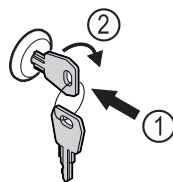

Fig. 105 Példaként szolgáló ábrázolás
- Dugja be a kulcsot Fig. 105 (1).
- Forgassa el a kulcsot 90°-kal az óramutató járásával megegyező irányba Fig. 105 (2).